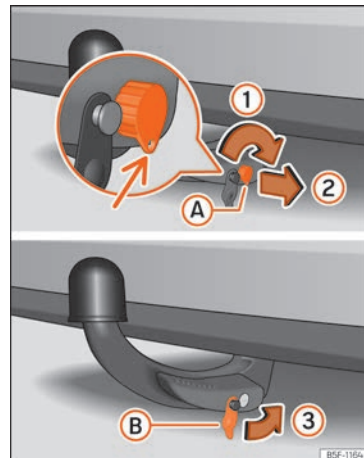

Fig. 255 Colocación del gancho de remolque. Paso 2
- Gire la llave hacia la derecha justo media vuelta, hasta que el agujero de la llave quede abajo » fig. 255 (1).
- Extraiga la llave (2).
- Coloque la tapa (B) en la cerradura (3) » fig. 255 » (1).